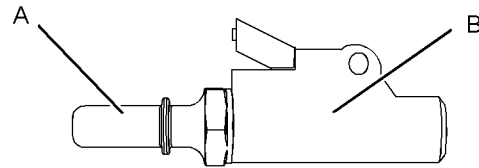

Abbildung 57
3. Die Schutzkappe (1) entfernen. Das Ventil (2) zum Entlüften eindrücken. Perkins empfiehlt die Verwendung eines Reifenfüllgeräts mit angebrachtem durchsichtigem Schlauch geeigneter Länge. Siehe Abbildung 57.